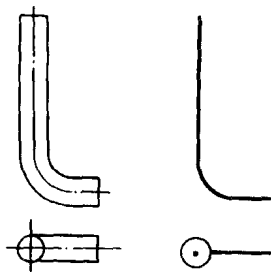
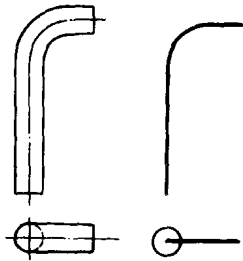

图 1-21 弯管的积聚 (一)
图 1-22 弯管的积聚 (二)
1. 弯管的积聚表示 如图 1-21 和图 1-22 所示。